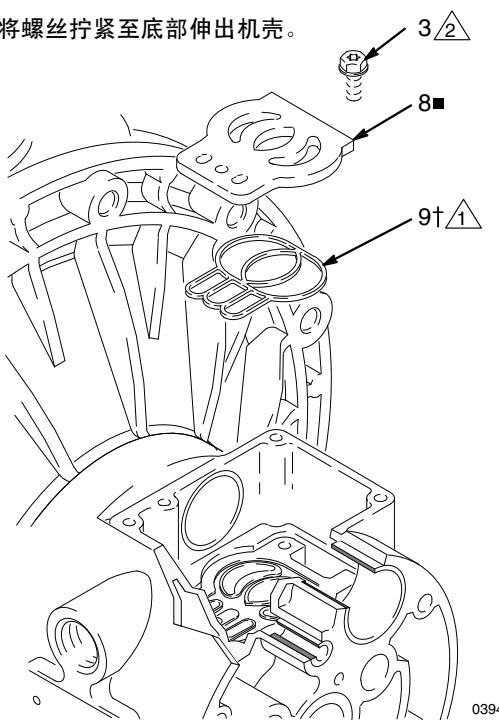

图 9
5. 检查阀板 (8) 情况。如果受损，应使用梅花头 (T20) 螺丝刀或 7 毫米 (9/32 英寸) 套筒扳手卸下三个螺钉 (3)。卸下阀板 (8) 以及铝芯外壳型号上的封条 (9)。参见图 9。
2. 在铝质中心壳体型号上，将阀板密封 (9†) 装入阀孔底部的沟槽中。密封件插入沟槽时圆边必须朝下。参见图 9。
3. 将阀板 (8■) 安装到机孔内。在铝芯外壳型号上，阀板可以翻转，因此任何一面均可朝上。使用梅花头 (T20) 螺丝刀或 7 毫米 (9/32 英寸) 套筒扳手装上三个螺钉 (3)。将螺丝拧紧至底部伸出壳体。参见图 9。